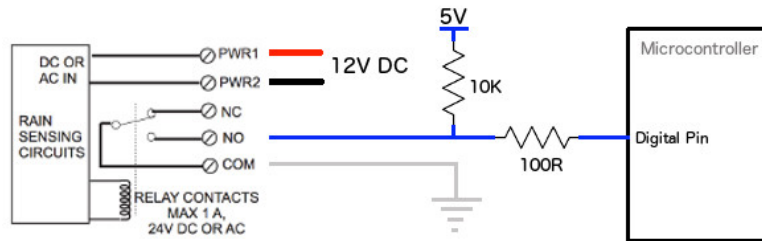

Figura 3: Circuito para el sensor de lluvia.
6. Leer un sensor de lluvia (Hydreon RG-11). Cada vez que una cantidad predeterminada de lluvia golpea el sensor cambiará un relé, este interruptor es detectado por el Arduino. Ver figura 3 para el circuito con que se conecta el sensor al Arduino. Simule la salida del sensor con un switch que maneja el relé.